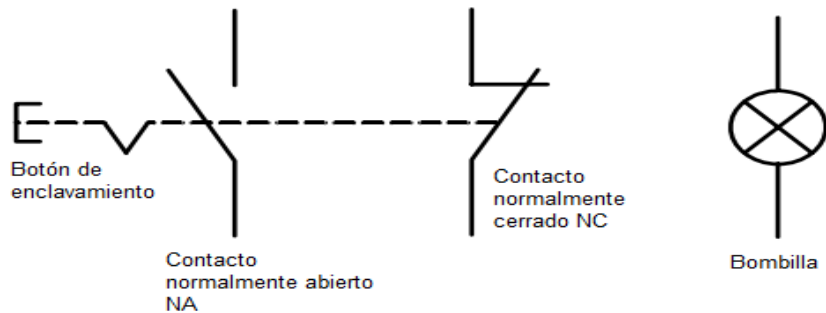

Figura 6. Botonera de entrada de señales eléctricas.
La unidad que se observa en la Figura 6, cuenta con contactos tipo normalmente abierto (NA), es decir, "no deja pasar la corriente", se hallan en un estado de espera o de reposo. Tiene contactos tipo normalmente cerrado (tipo NC) es decir, "deja pasar la corriente", se hallan en un estado de espera o de reposo. Contiene una barra de alimentación que está indicada con el color rojo, de igual manera una barra de voltaje negativo que está indicado en color azul. Incluye: 3 pulsadores luminosos uno de ellos enclavable.